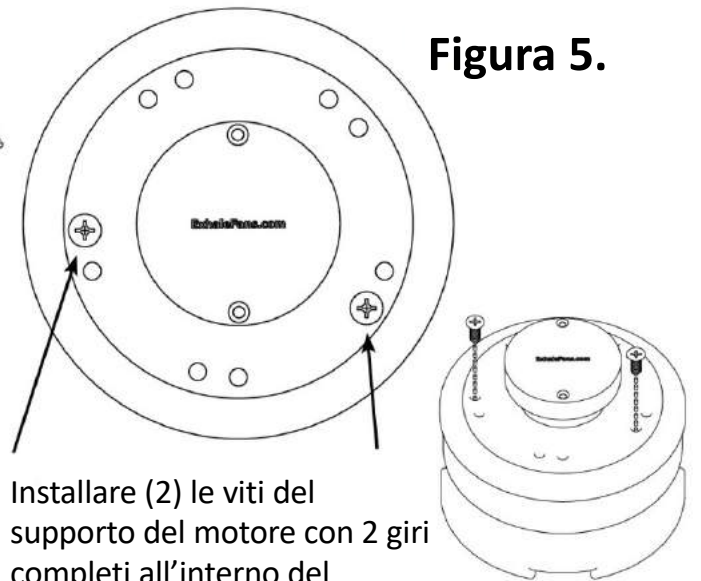

Figura 5.
A- Inserisci solo (2) viti a testa piatta 1/4-20 per supporto motore (fornite con il prodotto) e avvitalo in modo che facciano due giri completi, come mostrato nella Figura 5.